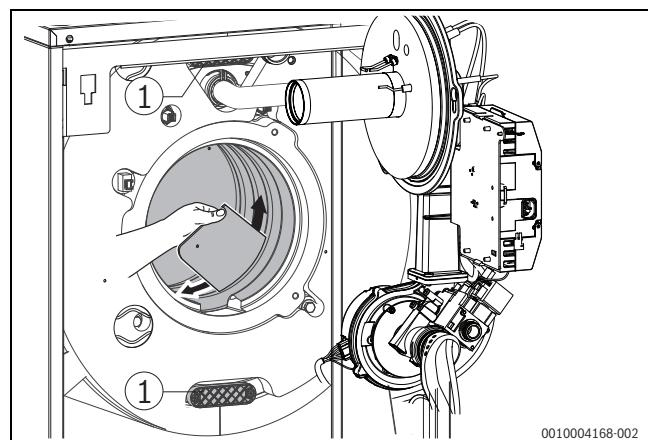
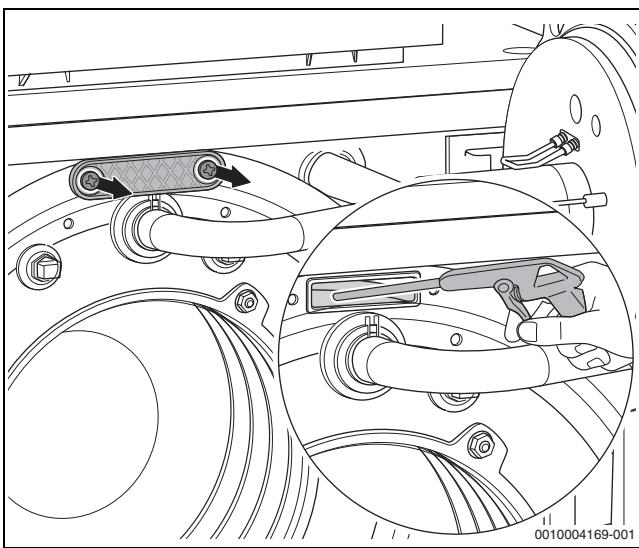

Bild 64 Heizgasspalte mit Reinigungsspatel reinigen
Bild 65 Wärmetauscher mit Sprühlanze reinigen
- Reinigungsdeckel (→ Bild 64, Seite 40, [1] und Bild 65) abnehmen.
- Lose Partikel mit Wasser (z. B. Sprühlanze) aus Feuerraum und Abgasmantel spülen (→ Bild 65).
- ▶ Heizgasspalte mit Reinigungsspachtel reinigen (→ Bild 64, Seite 40).